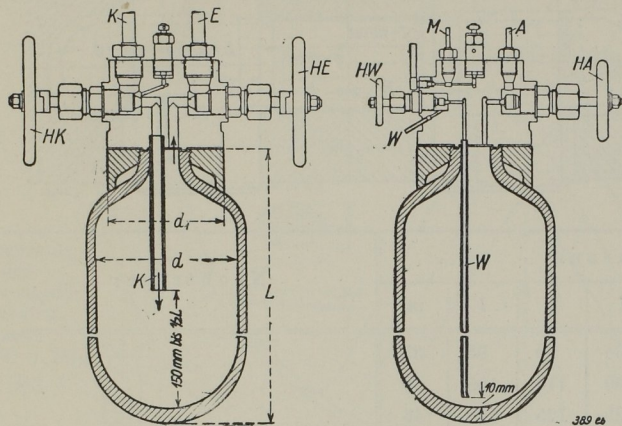

Abb. 1. Einblaseflasche mit Ventilkopf. Abb. 2.
**319. Hochdruckflaschen** werden meist von Spezialfabriken bezogen. Die nachstehenden Abb. 1 und 2 zeigen verschiedene Schnitte durch eine Einblaseflasche. Der Kopf mit den Armaturen (schwach ausgezogen) entspricht den Fig. 40 und 41 in § 111 d. Es bedeutet: